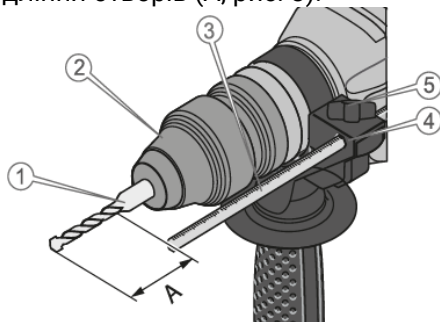

Рисунок 3. Схема встановлення обмежувача глибини свердління.
5.1.3 Встановлення обмежувача глибини свердління (рис. 3).
Встановити обмежувач глибини в отвір у допоміжному руків'ї та зафіксувати так, щоб кінцева частина стрижня була налаштована на задану глибину свердління отворів (А, рис. 3).